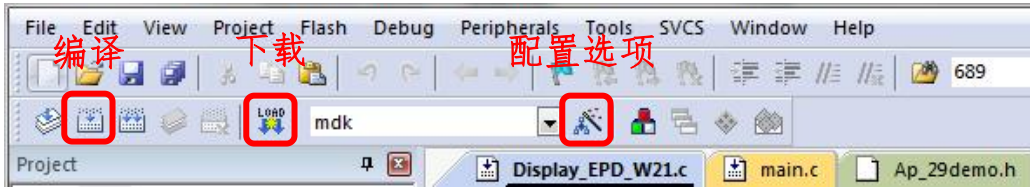
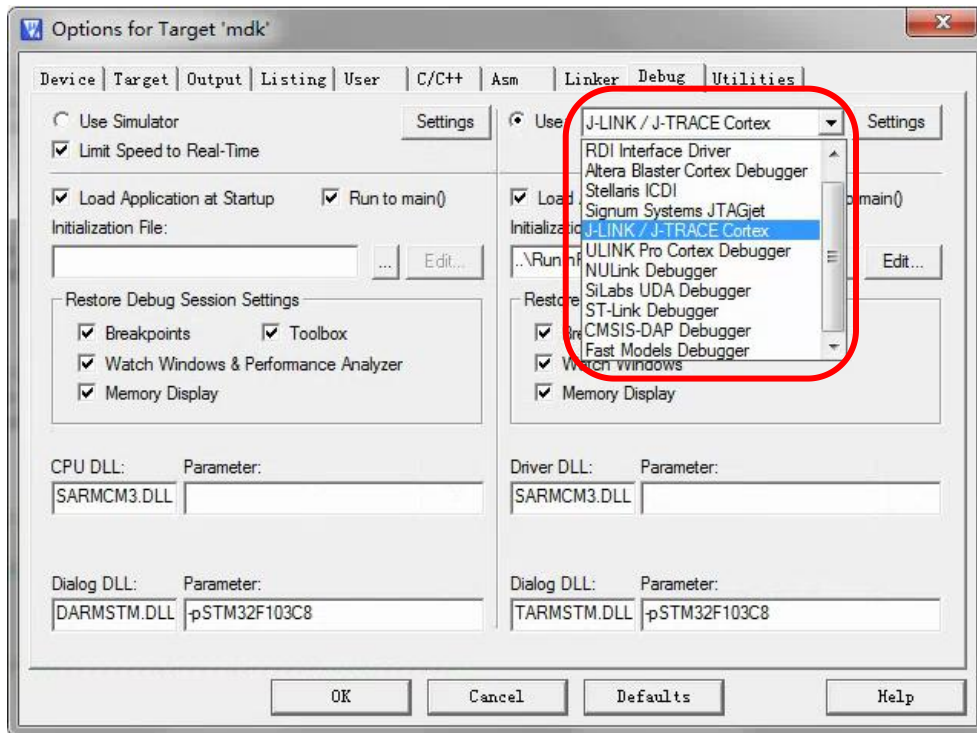
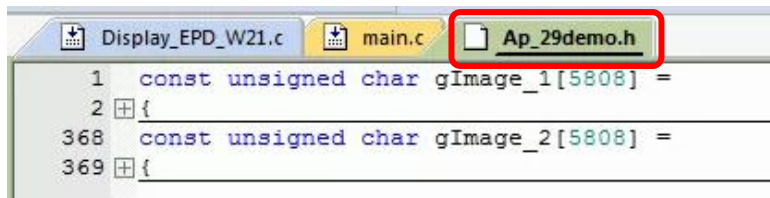

图 7 Keil4 工具栏
图 8 选择仿真器型号
图 9 更换图片数据
3) Keil4 工具栏如图 7 所示，首次使用仿真器需要点击 ，弹出图 8 对话框，在 Debug 栏选择仿真器型号，点击 OK 确定。
4) 点击图 9 中的 Ap\_29demo.h，可在其中更换需要显示的图片数据（图片数据需要通过取模软件 Image2lcd 对图片取模来获取）。
5) 点击图 7 工具栏中的  对程序进行编译。
6) 点击图 7 工具栏中的  对程序进行下载。
- 9) 更换图片时，需要使用 Keil4 修改图片数据（如图 9），修改完成后进行编译（如图 7）即可生成新的 mdk. hex 文件，重新选择该文件即可进行下载。